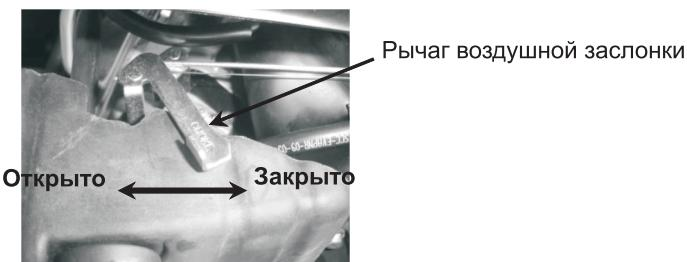

Рис. 16
2. При запуске холодного двигателя переведите рукоятку управления воздушной заслонкой в положение ЗАКРЫТО (рис. 16);